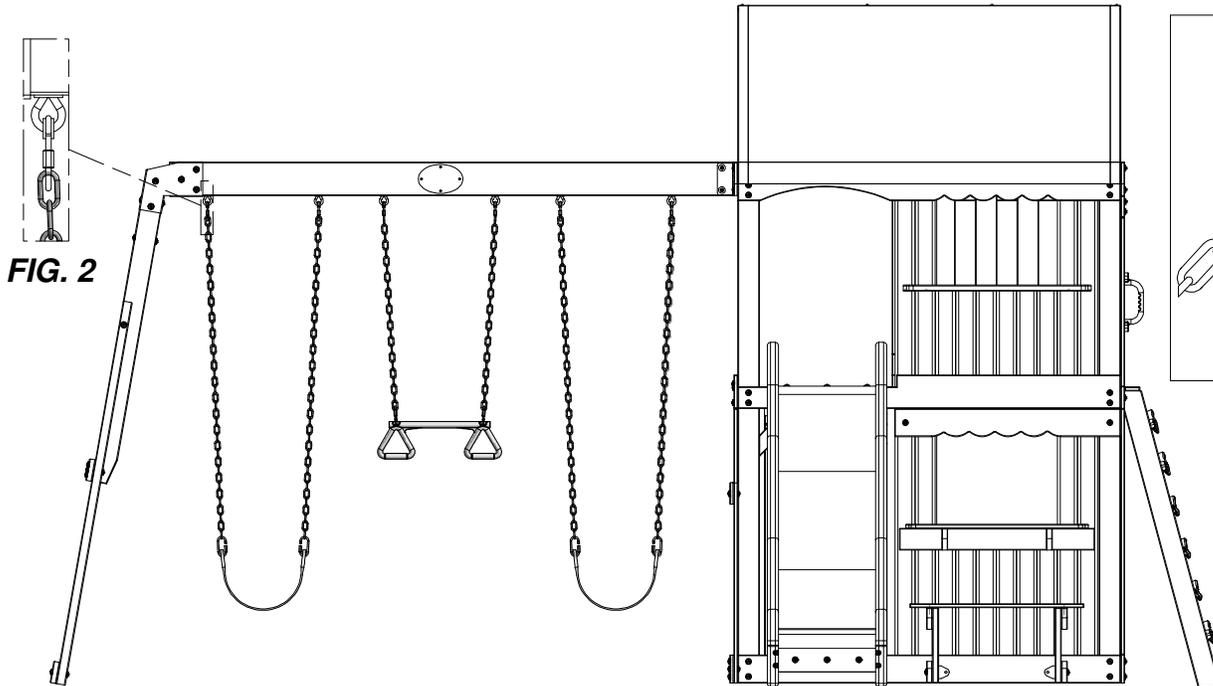
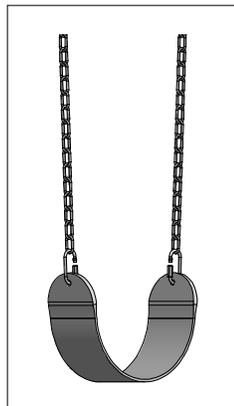

FIG. 2
FIG. 1
(2) KN - CHAÎNE VERTE 78,7 cm (31 po) - A100177
(6) FA - MAILLON RAPIDE - A100069
FIXEZ LE SIÈGE DE BALANÇOIRE «FB» AUX (2) CHAÎNES «EZ» À L'AIDE DES MAILLONS RAPIDES «FA», TEL QU'ILLUSTRÉ (FIG. 1). RÉPÉTEZ LES MÊMES ÉTAPES AFIN D'ASSEMBLER LA SECONDE BALANÇOIRE. MAINTENANT, FIXEZ LES CHAÎNES «EZ» AUX MAILLONS RAPIDES DE CROCHETS DE BALANÇOIRE DÉJÀ ASSEMBLÉS À LA POUTRE DE BALANÇOIRE (FIG. 2).